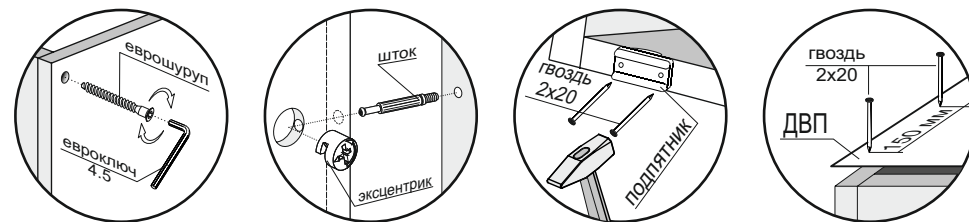

Рис.1
- К боковинам (2,3) прикрутить направляющие шурупами 4x16 по наметкам (рис. 1).
- Соединить боковины (2,3) и стяжки (8) с помощью шкантов и еврошурупов. Затем стянуть боковины (1,2,3), стяжки (5,6,7) и цоколи (9) еврошурупами (рис. 1).
- Перевернуть изделие лицевой частью вниз и замерить диагонали секции (они должны быть равны:  $\pm 2$  мм). Прибить гвоздями 2x20 к боковинам (1,2,3) подпятники и ДВП (13) к задней стенке стола (рис. 1).
- К собранному изделию монтировать крышу (4) с помощью эксцентриков (рис. 1).